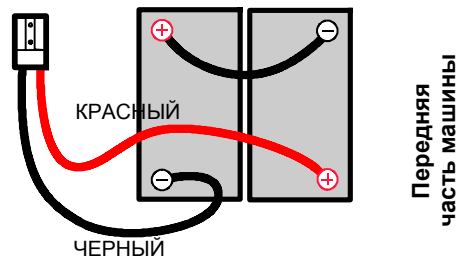

РИС. 2
- Обеспечив адекватную помощь, осторожно установите батареи в отсек. Установите клеммы батарей (Рисунок 2).
- С помощью входящих в комплект батарей клеммных колодок подсоедините провода к полюсам батарей (Рисунок 2). Подсоедините черный провод к отрицательному (-) последним. При работе с батареями используйте инструменты с изолированными ручками.